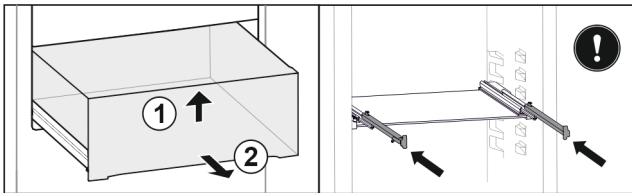

Fig. 82
- ▶ Повдигнете чекмеджето отпред. Fig. 82 (1)
- ▶ Извадете чекмеджето напред. Fig. 82 (2)